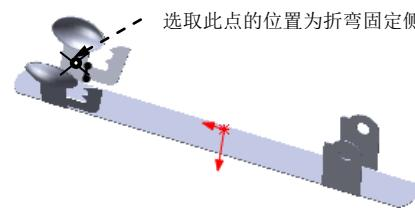

图 15.4.42 固定侧的位置
③ 选择下拉菜单 **插入(I)** → **退出草图** 命令，退出草图环境，此时系统弹出“绘制的折弯”对话框。
(3) 定义折弯固定侧。在图 15.4.42 所示的位置处单击，确定折弯固定侧。
(4) 定义钣金参数属性。在 **折弯参数(P)** 区域的 **文本框** 中输入折弯角度值 85.0。在 **折弯位置:** 区域中单击“折弯在外”按钮 外 。
(5) 单击 \checkmark 按钮，完成绘制的折弯 1 的创建。